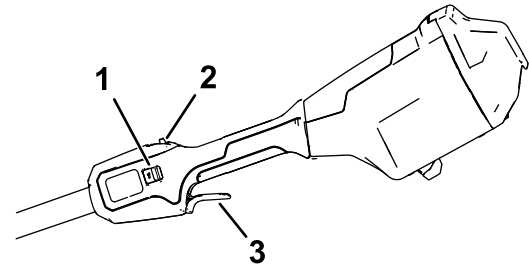

Bild 8
5. Drücken Sie zum Starten der Maschine die Arretierungstaste und betätigen Sie dann den Auslöser (Bild 8).